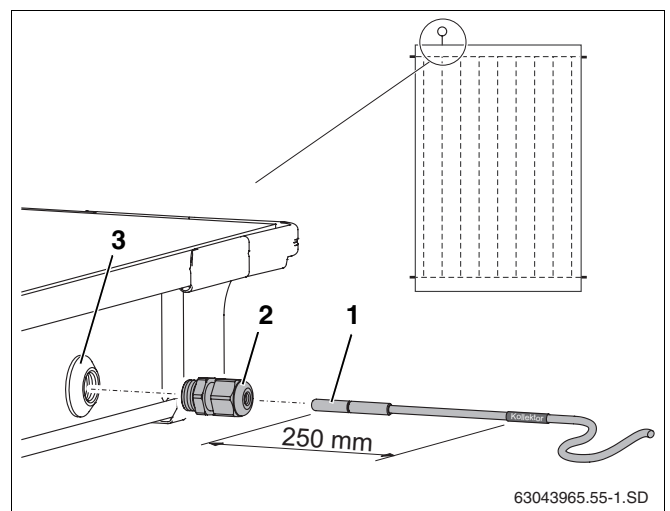

Fig. 33 Empurrar o sensor do colector no colector
Para um funcionamento sem problemas da instalação solar é necessário que o sensor do colector (fig. 33, **item 1**) seja empurrado até ao batente (corresponde a aprox. 250 mm) no tubo guia do sensor.
- ▶ Perfurar a camada de revestimento da passagem do sensor com o sensor do colector ou uma chave de parafusos (fig. 33, **item 3**).
- ▶ Apertar a união roscada de aperto (fig. 33, **item 2**) à passagem do sensor.
- ▶ Apertar a união roscada de aperto (fig. 33, **item 2**), se necessário, encostar.
Caso tenha perfurado a passagem do sensor (fig. 33, **item 3**) de um colector errado, esta deve ser vedada com o tampão do jogo de ligação. Antes disso, deverá, com a ajuda de uma união roscada de cabo (fig. 33, **item 2**) retirar a porca que se encontra na passagem do sensor.